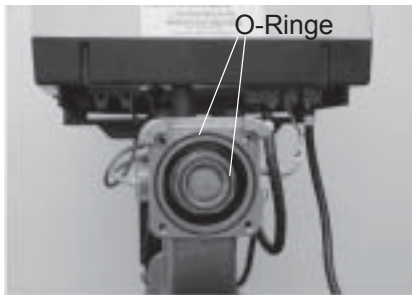

Abb. 6
- beiliegende O-Ringe in die Nuten des Y-Verteilers legen und den **MULTISAFE** am Anschlußflansch montieren (Abb.6).